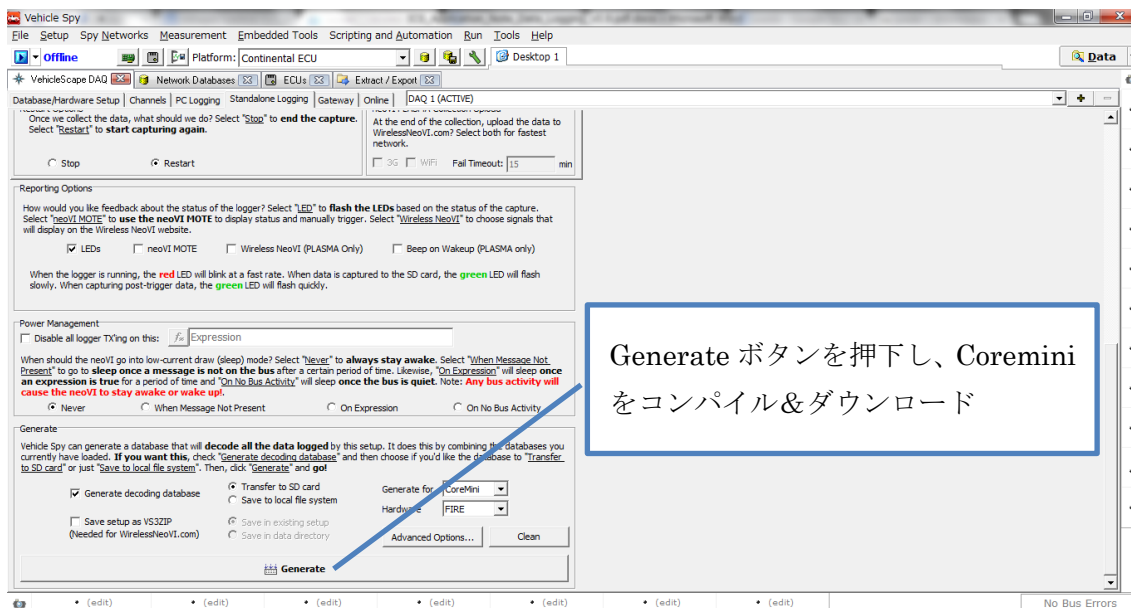

図 15 Standalone Logging タブ(画面下部)
5) Standalone Logging タブ下部に移動(図 15)